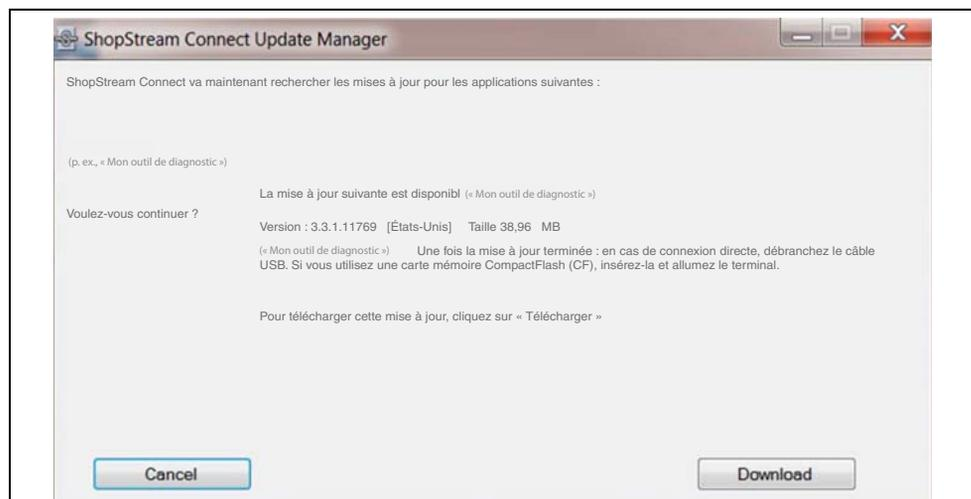

Figure 15-14
2. Si des mises à jour sont disponibles, sélectionnez **Suivant** pour continuer, puis sélectionnez **Télécharger** et respectez les instructions à l'écran pour terminer l'installation (Figure 15-14).